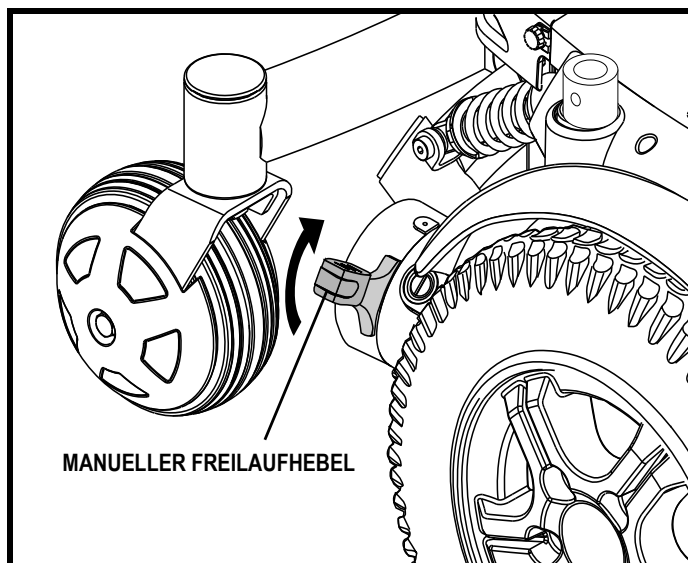

Abb. 9. Freilaufmodus (Antrieb aktiviert)
2. Beide Freilaufhandhebel hochziehen, um wieder in den Fahrmodus zu wechseln (den Antriebsmotor einzukuppeln). Siehe Abbildung 9.